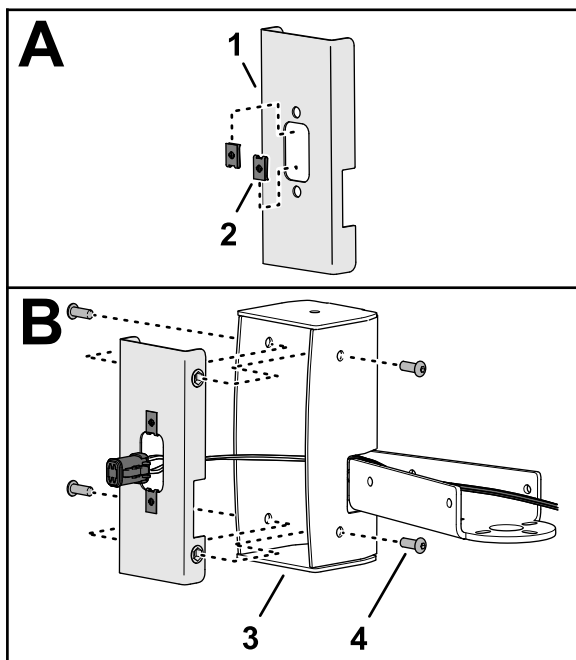

Figure 47
- Montez 2 écrous à clip sur le support intérieur, comme montré à la Figure 47.
- Insérez le connecteur à 4 douilles du faisceau dans le support intérieur (Figure 47).
- Montez le support intérieur dans le boîtier du feu et fixez-le en place (Figure 47) à l'aide de 4 vis à tête creuse (¼ x ¾ po).